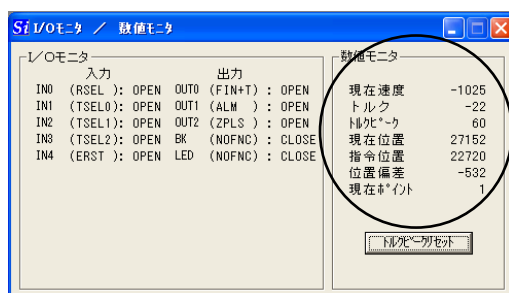
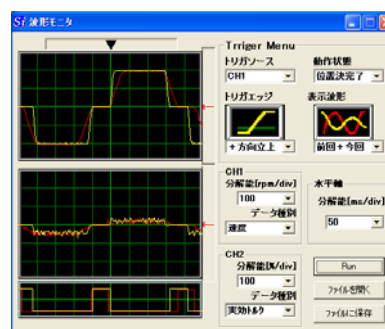

図8-9
図8-10
動作状況は図8-8のコマンド送信パネル上の③モニタのダウンドロップリストから見たいものを選択するか、図8-9の I/O モニタ/数値モニタで速度、トルク、位置などの情報を確認することが出来ます。また波形モニタを利用することで詳細な動作状況を把握することも可能です(図8-10)。(波形モニタの使用方法は後述します)